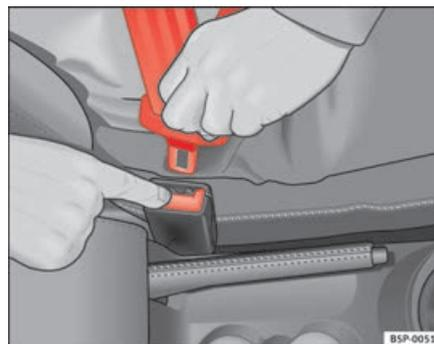

Fig. 16 Sgancio della linguetta dal blocchetto d'aggancio
- Premere il tasto rosso che si trova nel blocchetto d'aggancio ⇒ fig. 16. La linguetta scatta all'infuori ⇒ .